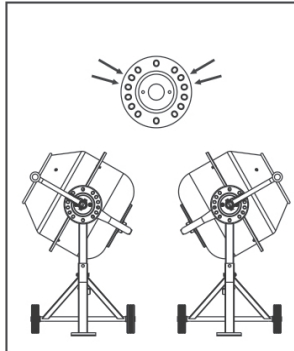

Fig.14
- Coloque el eje del tambor para cargar el hormigón como se muestra en la Fig. 14.